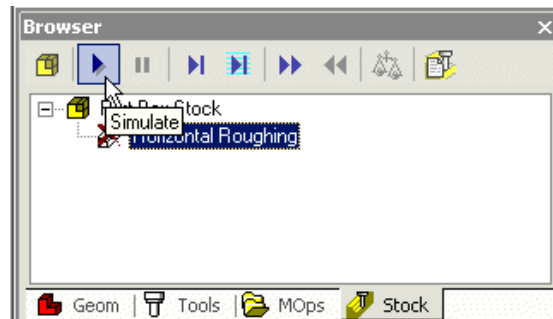

Figura 21. Rularea simulării
3. După selectarea traiectoriei **Horizontal Roughing**, se execută click pe pictograma **Simulate** (figura 21.).